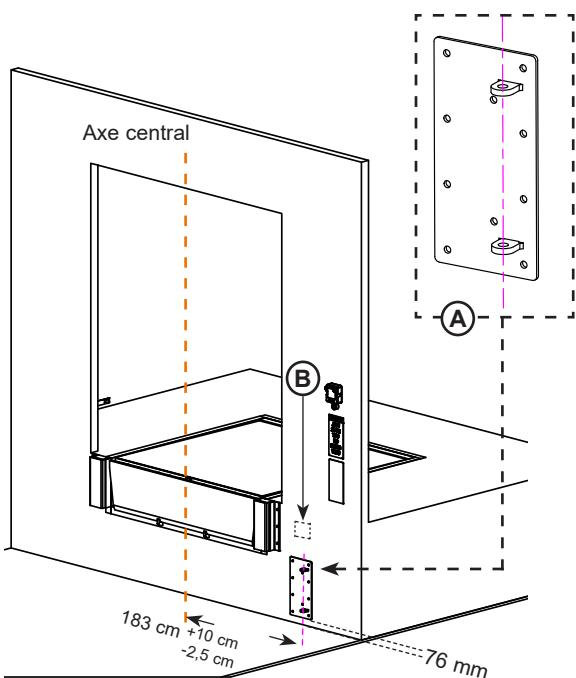

Figure 6
1. Placer les supports d'axe de la plaque de montage mural (**A**) à la distance indiquée sur le plan d'implantation, mesurée à partir de l'axe central du niveauur de quai. Voir **figure 6**.